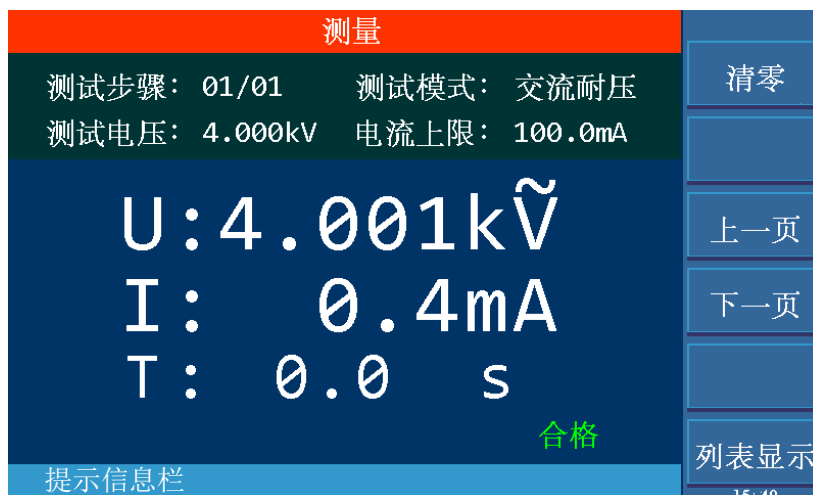

图 4-4.2
当将自动量程, 即耐压自动换量程功能设为开启 ON 时, 在测试结束前 0.6S 时, 若所测得的电流可以用低电流量程表示时, 则电流量程自动换为低电流量程。示例如图 4-4.1 和图 4-4.2 以及图 4-4.3 所示。
② 而实际电流比较小，图 4-4.2 中为 0.4mA。